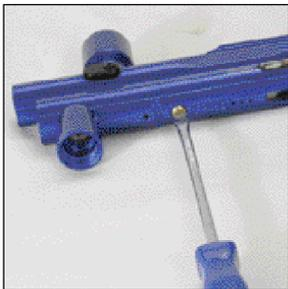
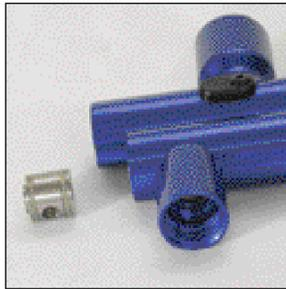

Figura 43
Figura 44
- Para acceder a la válvula, use un destornillador de punta plana para sacar el pequeño tornillo de punta de latón situado en el centro de la parte inferior de la caja del cerrojo (N° 26). Ver Figura 43. Para retirar el cuerpo de la válvula, use una espiga de madera plana o la goma de borrar de la punta de un lápiz para empujar el cuerpo de la válvula hacia afuera por la parte delantera de la caja del cerrojo. Ver Figura 44.